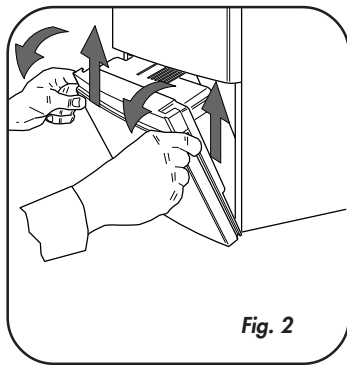

Fig. 2
- girar o painel de comando até à primeira paragem de segurança. Levantar para desbloquear e girar até à abertura total (fig. 2).